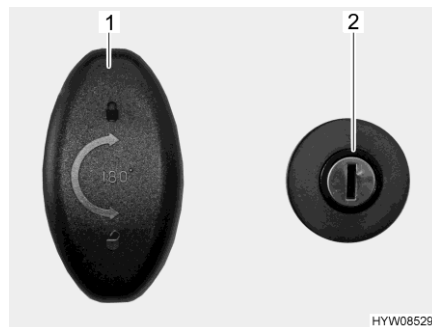

Fig. 57 Serrure de la porte (porte du garage)
Ouvrir : ■ Insérer la clé dans le barillet (Fig. 57,2) et la tourner dans le sens des aiguilles d'une montre. Le verrouillage centralisé est alors déverrouillé.
■ Tourner la poignée de la serrure (Fig. 57,1) d'un demi-tour dans le sens des aiguilles d'une montre et ouvrir la porte du garage.
■ Tourner la poignée de la serrure (Fig. 57,1) d'un demi-tour dans le sens inverse des aiguilles d'une montre.
■ Insérer la clé dans le barillet (Fig. 57,2) et la tourner dans le sens inverse des aiguilles d'une montre. Le verrouillage centralisé est alors verrouillé.